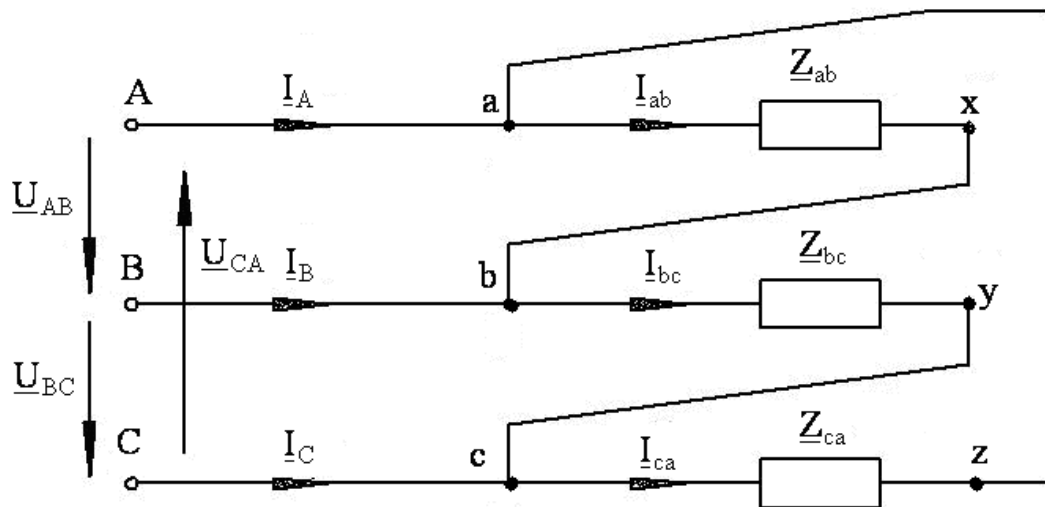

Рис. 4
Соединение, при котором конец первой фазы x соединяется с началом второй фазы b , конец второй y – с началом третьей c , а конец третьей – z с началом первой a называется соединением трехфазного потребителя электрической энергии «треугольником». При этом начала всех фаз потребителя присоединяют к трехфазному источнику с помощью линейных проводов (рис. 4).
- Собрать электрическую цепь «треугольником» (рис. 4) по монтажной схеме (рис. 11). Изменяя сопротивление переменных резисторов в фазах, измерить амперметром $PA1$ значения линейных I_ℓ и фазных I_ϕ токов, а вольтметром $PV1$ значения линейных U_ℓ напряжений для различных режимов работы цепи: